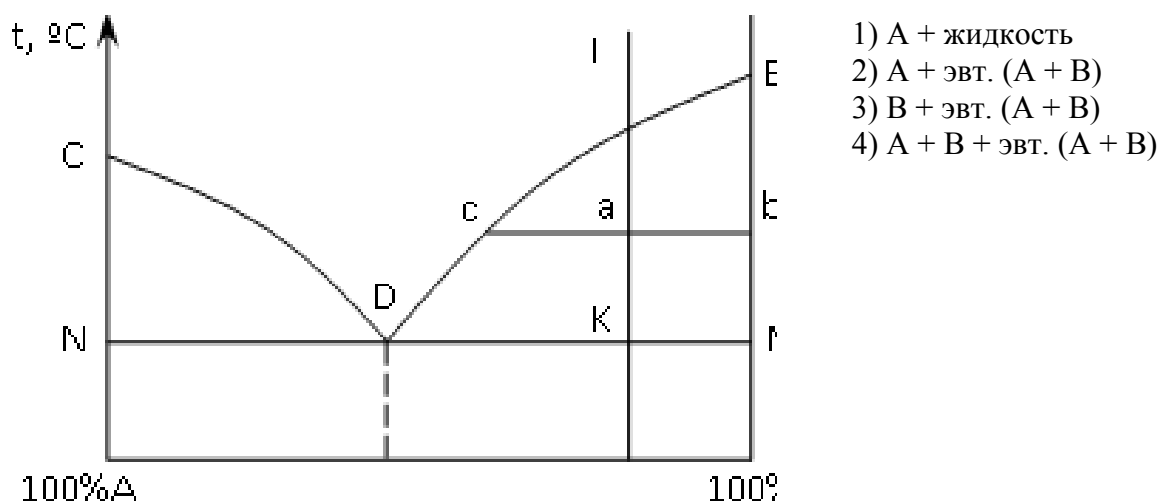

Рис. 1.
1. Какова структура сплава I при комнатной температуре (рис. 1)?
2. Какие фазы находятся в равновесии на линии NDM (рис. 1)?
3. Как определяется количество жидкой фазы у сплава I в точке «a» (рис. 1)?
4. Каково число степеней свободы у сплава I в точке K (рис. 1)?